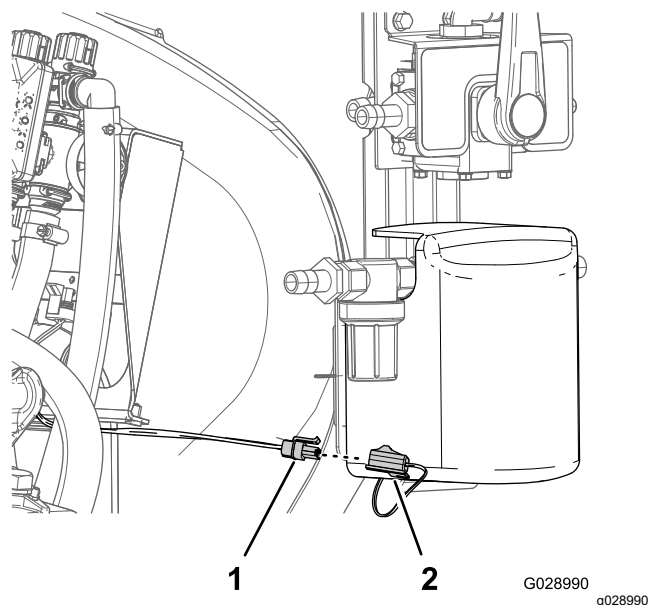

Figura 30
1. Ligue o conector elétrico de 2 tomadas da cablagem da máquina ao conector elétrico de 2 pinos da bomba de lavagem (**Figura 30**).
2. Pressoone os dois conectores até o trinco no conector de 2 tomadas ficar bem preso (**Figura 30**).